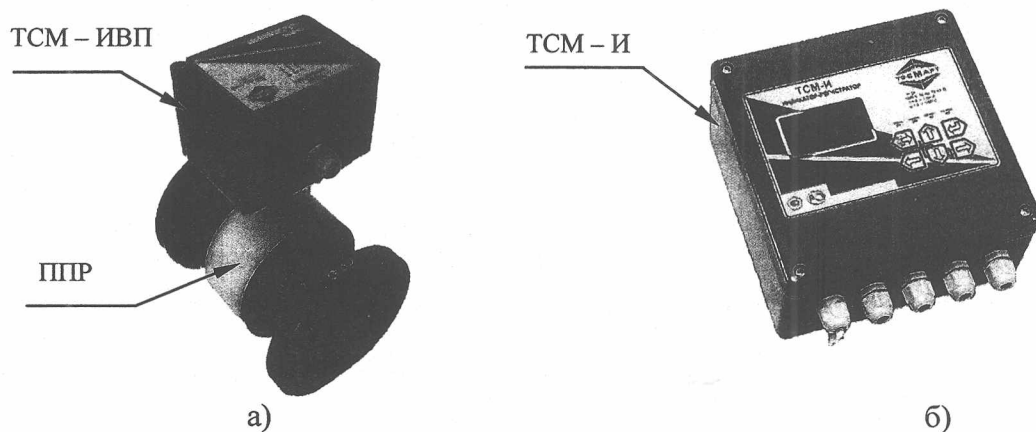

Рис. 1. Теплосчетчик ТСМ
- измерительно-вычислительный преобразователь (ТСМ-ИВП), совмещенный с первичным (индукционным) преобразователем расхода (ППР) (Рис.1.а) – 1 шт,
- индикатор-регистратор ТСМ-И (Рис.1.б) – до 1 шт.